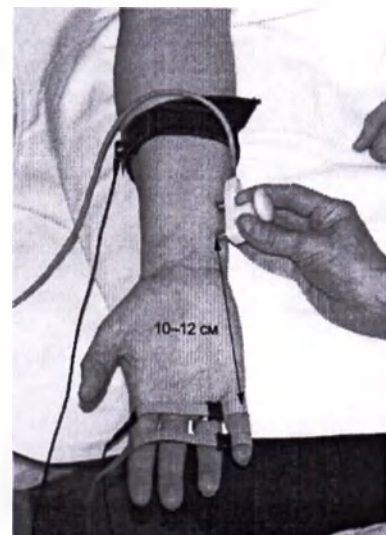

Рис. 56. Измерение расстояния
12. Измерьте расстояние от середины активного электрода до места положения катода стимулирующего электрода (рис. 56).